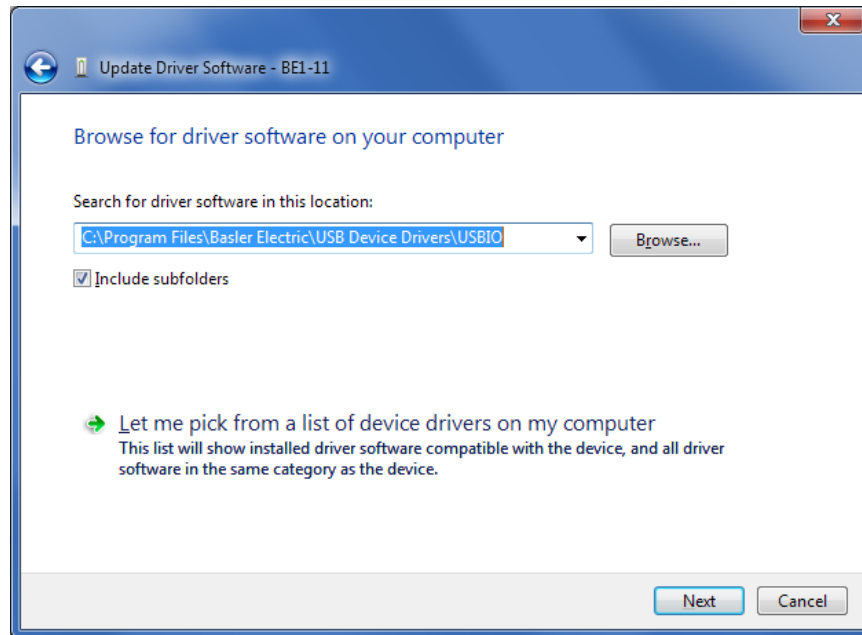

Figure 89-5. Mise à jour du pilote logiciel - BE1-11
Étape 5 : Cliquez sur Parcourir et accédez à C:\Program Files\Basler Electric\USB Device Drivers\USBIO. Cliquez sur Suivant. Voir Figure 89-5.